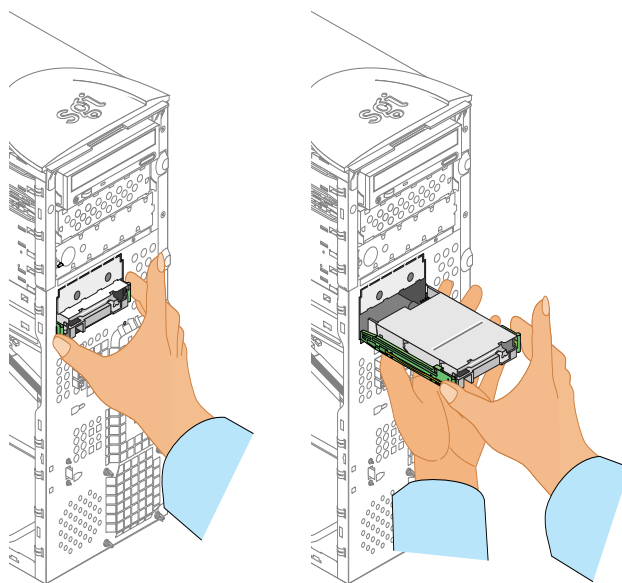

図 2-6 ドライブベイからのドライブの取り外し
3. ドライブベイからドライブを取り外すには、ドライブ両側のドライブレールのプラスチック製リリースタブを押して、本体からドライブを引き出します。22 ページの図 2-6 に、その手順を示します（図 2-6 には、3.5 インチドライブの取り外しを示していますが、5.25 インチドライブの取り外しも同様です）。
3. ドライブベイから 3.5 インチドライブを取り外すには、ドライブ両側のドライブレールのプラスチック製リリースタブを押して、本体からドライブを引き出します。図 2-6 にその手順を示します。